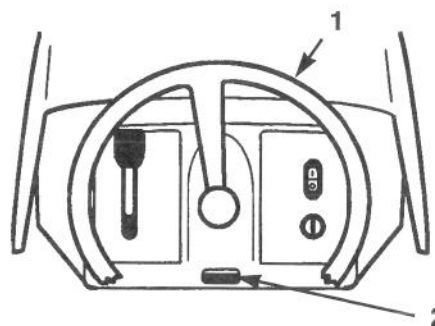

Figure 4
1. Appuyer sur le bouton d'inclinaison (Fig. 4).